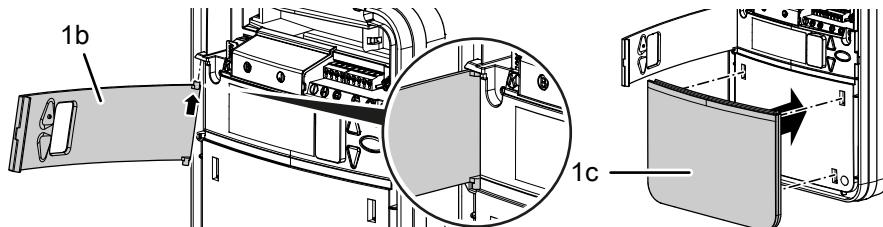

Fig. 7: Montaggio dello sportellino di servizio
Infilare il pattino (19) sul profilo della rotaia di scorrimento, spingerla nell'apertura posteriore sulla testa del motore (2) e avvitarla con una vite (14) (fig. 7).